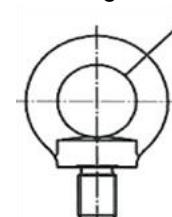

Abbildung 5: Ringschraube ohne Seilzug
- ◆ Seitenzug darf nicht angewendet werden (siehe Abbildung 5).